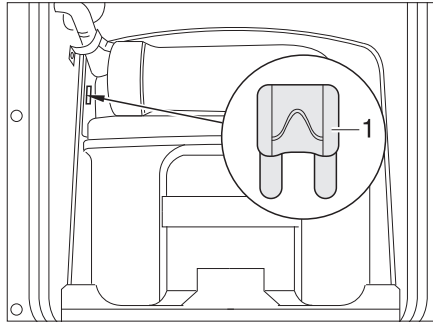
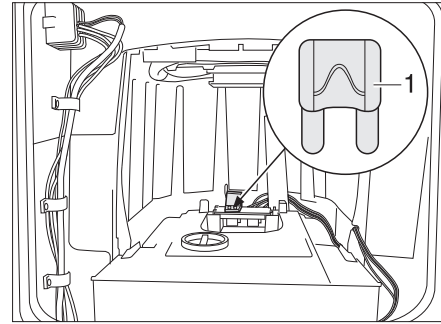

Fig. 291 Fusible des toilettes Thetford
Fig. 292 Fusible des toilettes Thetford (alternative)
- Changer le fusible (Fig. 291,1 ou Fig. 292,1).